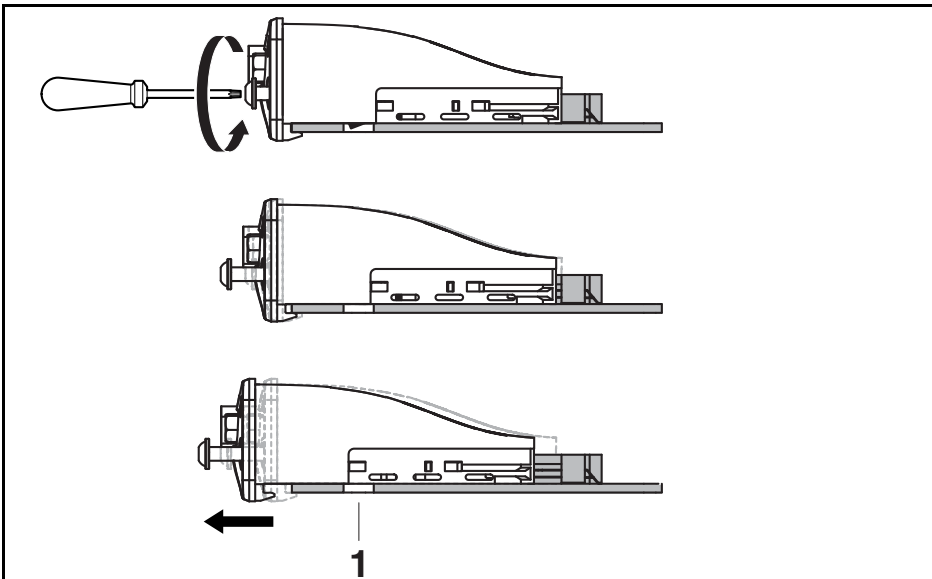

Abb. 4: Arretierung lösen
2. Frontseitige Torxschrauben lösen. Erst bei vollständig gelöster Arretierung (siehe Abb. 4) kann das Schnittstellenmodul IMpno2 herausgezogen werden.